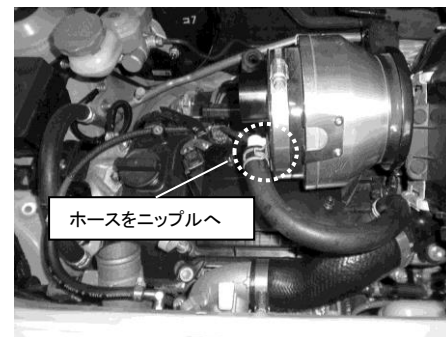

図 12
10) ホースをニップルへ装着して下さい。(図 12 参照)